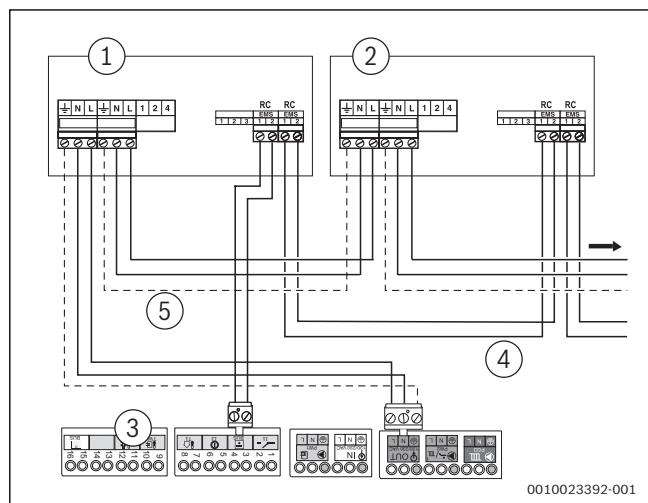

Fig. 4 Collegamento di più moduli funzione
- Collegare il secondo modulo al collegamento EMS-BUS del primo modulo. Utilizzare allo scopo il cavo conduttore fornito in dotazione con il modulo (→ fig. 4, [4]).